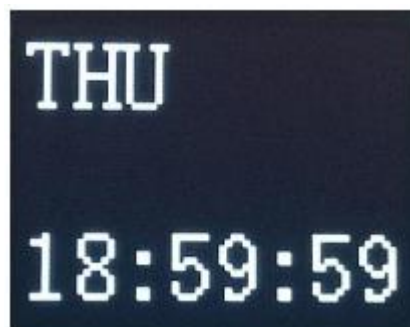

fig 1-2
**Opmerking:** In elke werkmodus zal het display elke 3 seconde veranderen naar de huidige tijd. (fig 1-2)